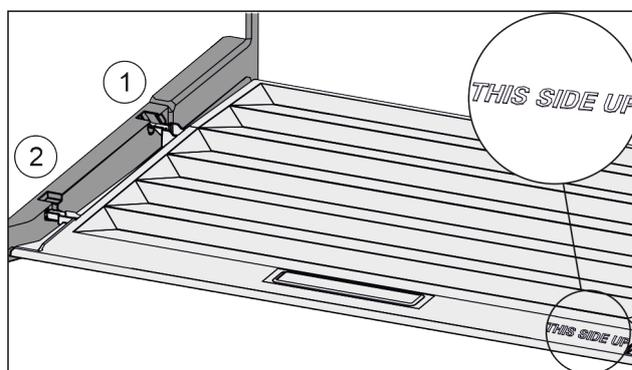

Fig. 162
- ▶ Introduire les rainures du couvercle par l'orifice du support arrière Fig. 162 (1) et les enclencher à l'avant dans le support Fig. 162 (2).